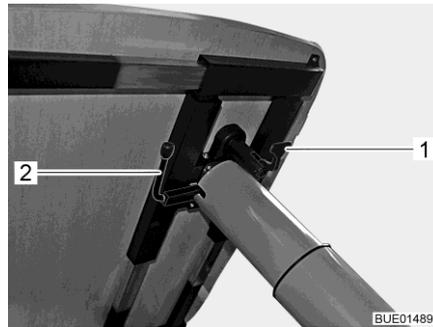

Fig. 124 Réglage table à hauteur réglable
- Rabattre le levier de verrouillage (Fig. 124,1) vers le bas.
- Faire pivoter le levier (Fig. 124,2) sous le plateau de table à 180° dans le sens des aiguilles d'une montre. Le mécanisme de réglage de hauteur se trouvant dans le pied de table est déverrouillé.
- Faire pivoter le levier (Fig. 124,2) sous le plateau de table à 180° dans le sens des aiguilles d'une montre. Le plateau de table s'élève alors automatiquement jusqu'à la butée de fin de course.